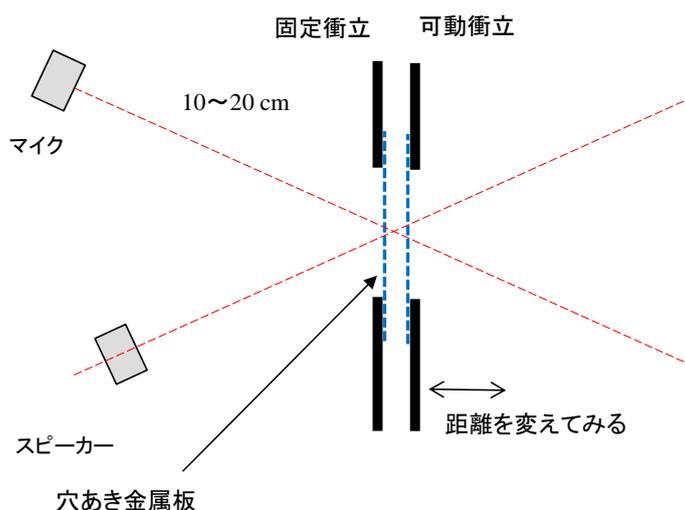

図 2-16 反射波の干渉（反射防止膜の原理）
まず、図 2-16 のように、スピーカーとマイクを衝立の窓に向けて斜めに配置し、反射波があればちょうどマイクで受けられるように、また、スピーカーからの音波が直接マイクに入らないように角度や距離を調整しておく。この配置で、①衝立に何も貼らない状態、②衝立の一つに穴あき金属板を貼った状態、③二つの衝立に穴あき金属板を貼った状態を比較する。可動衝立の位置を変えて実験すると、ある条件では反射が軽減されることを確かめなさい。反射が最も減少したときの条件と減少率を求めなさい。